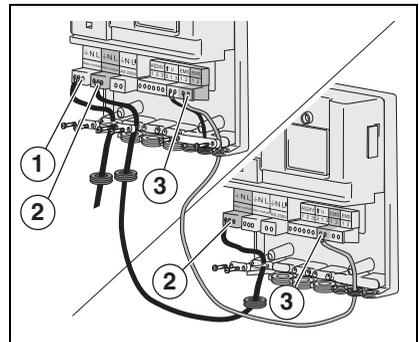

Fig. 4 Conectar dos módulos, realizar la conexión a red
Es posible conectar diferentes módulos (p.ej. EM10 y VM10) entre sí. Para la conexión de dos o más módulos siempre es posible puentear la conexión de red (→ fig. 4, [2]) y la conexión EMS (→ fig. 4, [3]).
- Conecte el controlador de temperatura Logamatic RC a la conexión EMS (→ fig. 4, [3]).
- Empalme la conexión a red de 230 VAC (→ fig. 2, [1] y fig. 4, [1]).